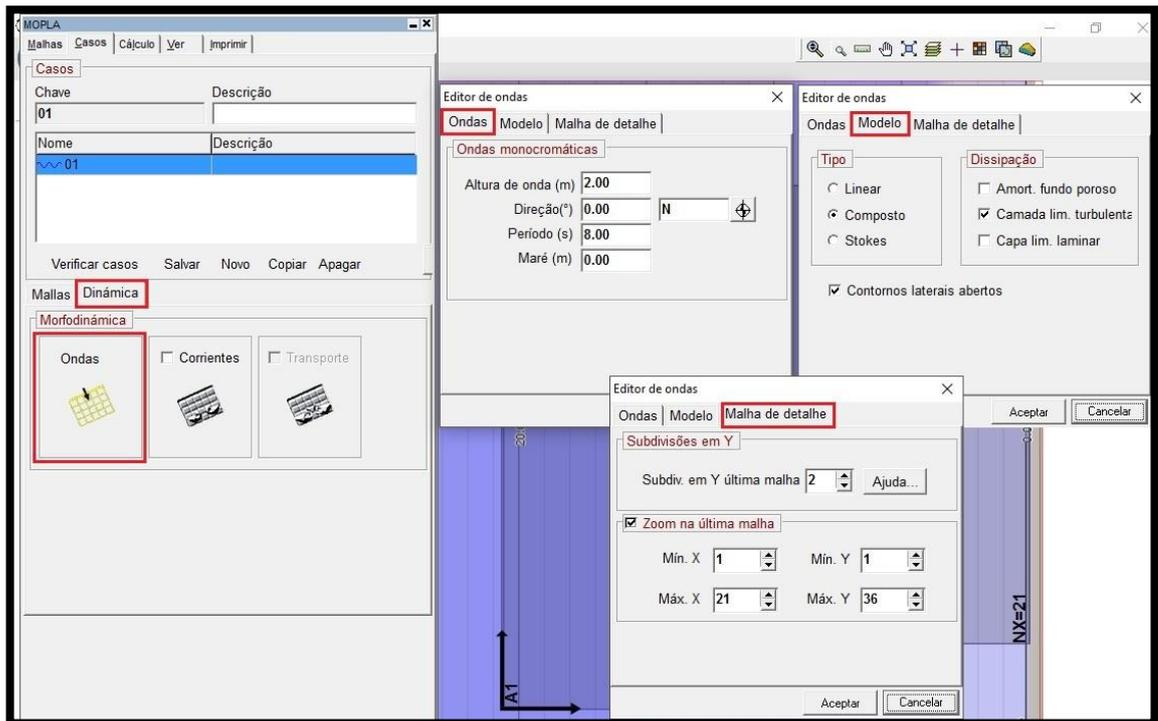

Figura 12 – Visão geral do passo a passo a se seguir para a definição dos parâmetros de onda, na criação de um caso.
23) Na subaba “Dinâmica”, clicando no botão de “Ondas”, aparecerá a janela “Editor de ondas”, onde se define as seguintes opções de parâmetros (Figura 12):
- Clicar no botão “Aceitar” (Figura 12).